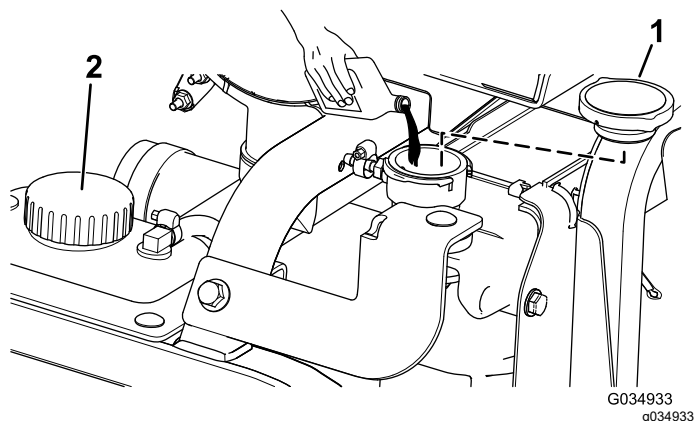

Bild 124
5. Füllen Sie den Kühler mit Kühlmittel, bis der Kühlmittelstand an der Lippe des Füllstutzens liegt (Bild 124).